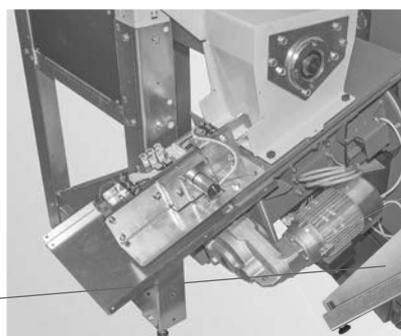

Fig. 155 Svitare e rimuovere l'ausilio d'installazione
- Svitare l'ausilio d'installazione e smaltire in modo conforme, non è più necessario – Fig. 155.